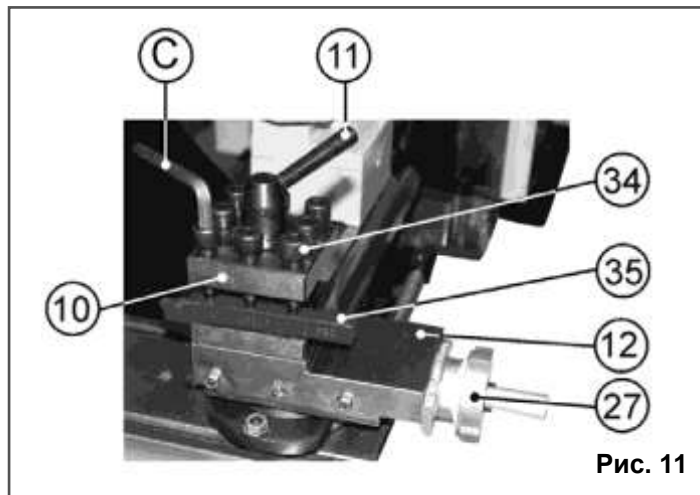
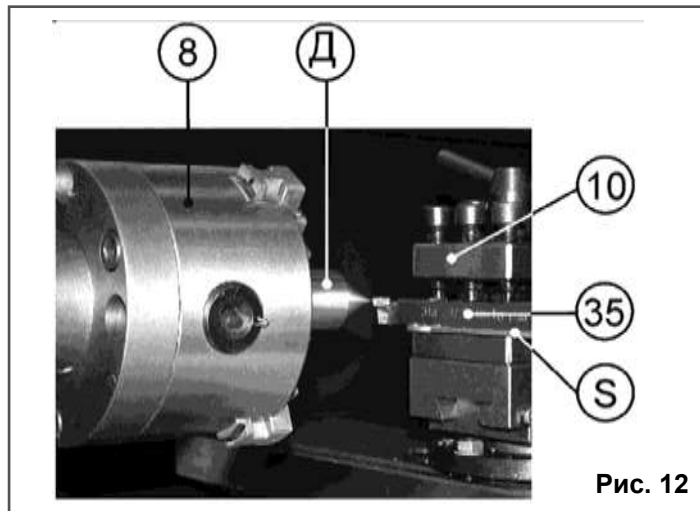
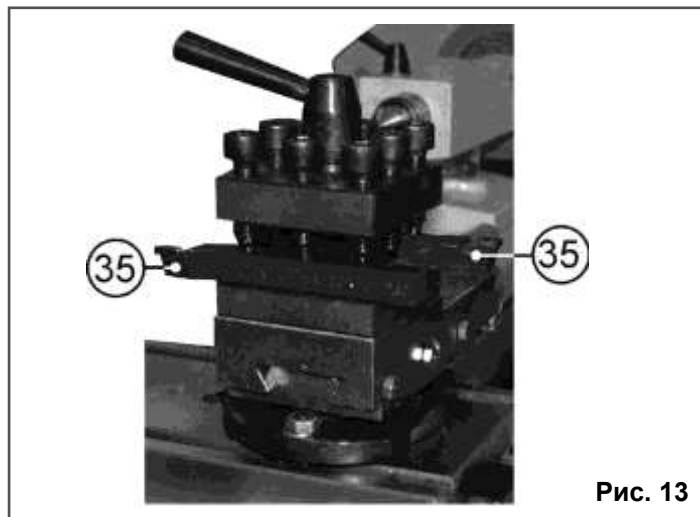

Рис. 11
Рис. 12
Рис. 13
10.1.8. Используя шестигранный ключ (С), Рис. 1, выкрутите 3 болта (34), установите необходимый для предполагаемой операции резец (35) в резцедержатель (10), равномерно с достаточным усилием закрутите три болта (34), Рис. 11. Убедитесь, что режущая часть головки резца (35) находится по центру диаметра заготовки. Положение резца (35) проверьте по центру (Д), зажатом в трёхкулачковом самоцентрирующемся патроне (8). Вылет головки резца должен быть примерно 10 мм, но не превышать 15 мм (не должен превышать полторы высоты державки резца). По мере необходимости при установке резца (35) используйте подкладки (S) разной толщины. Допускается использовать только одну подкладку, Рис. 12.
10.1.9. Для ускорения и удобства работы можно установить в резцедержателе (10) параллельно, но направленные в противоположные стороны головками, два резца (35), Рис. 13, при условии, что оба резца (35) в резцедержателе (10) закрепляются тремя болтами (34), Рис. 11.
ложение резцедержателя (10), повернув ручку фиксации резцедержателя (11) в обратном направлении с определенным усилием, Рис. 11.